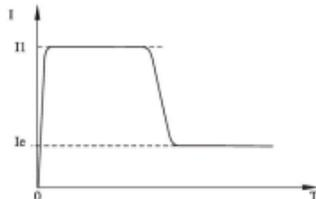

图5.3
- 代码P8设为(0限流)时为电流启动模式。图5.3给出了限电流启动模式的电动机电流变化波形。其中I1为设定的启动限流值，当电动机启动时，输出电压迅速增加，直到电动机电流达到设定的限流值I1，并保持电机电流不大于该值，然后随着输出电压的逐渐升高，电机逐渐加速，当电动机达到额定转速时，旁路接触器吸合，输出电流迅速下降至电机额定电流Ie或以下，启动过程完成。